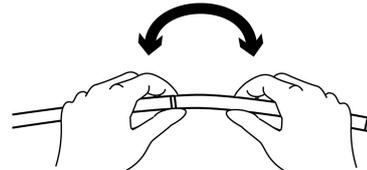

図2
- 受動湾曲部の両端を把持し、軽く曲げ、受動湾曲部が滑らかに曲がることを確認すること（図2参照）。